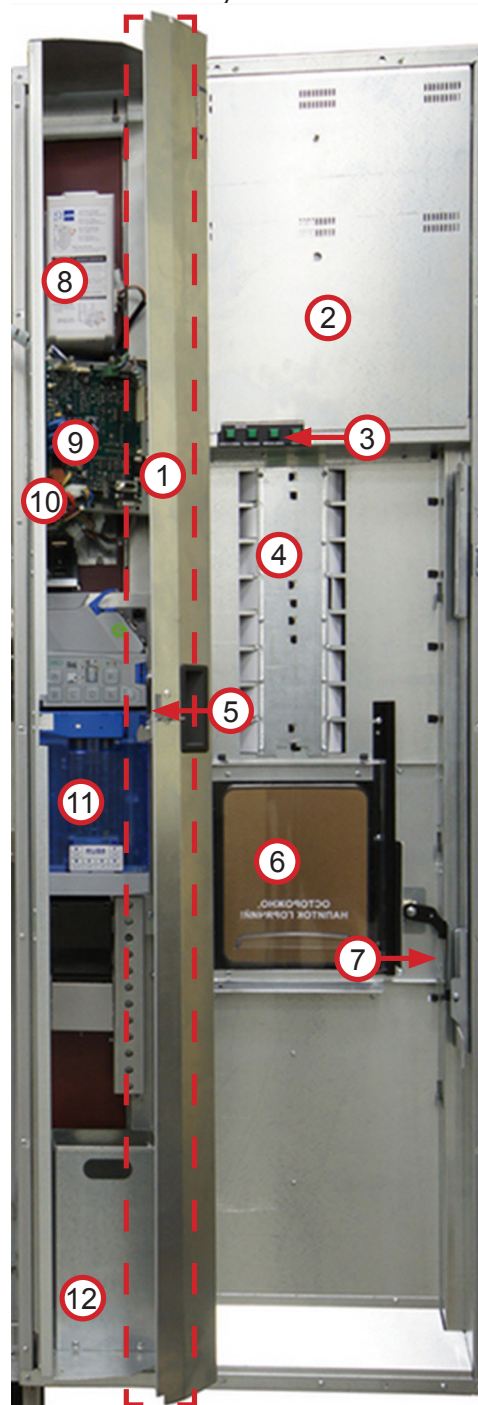

Рисунок 18
16. Защитный корпус блока питания (см.рис.18)